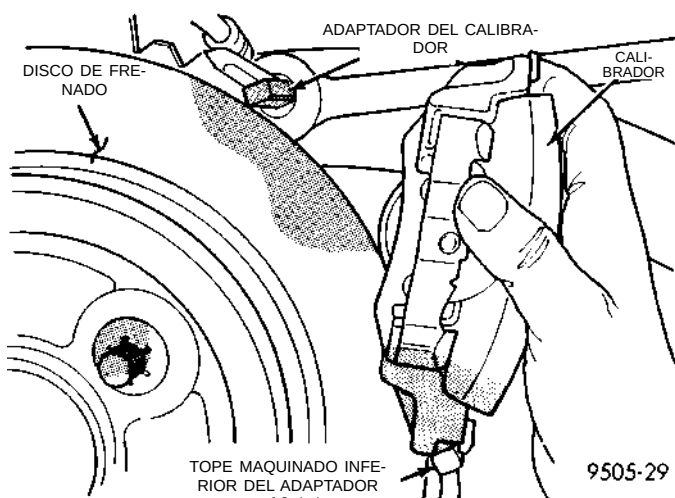

Fig. 73 Desmontaje/instalación del conjunto de calibrador del adaptador
para separarlo del adaptador. Después deslice el extremo opuesto del calibrador para sacarlo de abajo del tope maquinado del adaptador (Fig. 73).
(7) Baje cuidadosamente el calibrador y los conjuntos de zapatas de freno sobre el disco de frenado (rotor), invirtiendo el procedimiento de desmontaje requerido (Fig. 73). Asegúrese de que los pernos del pasador guía del calibrador, los casquillos y los maniguitos queden separados de los topes del adaptador.